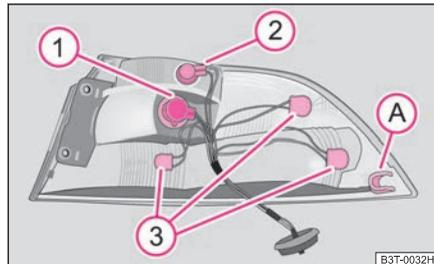

Abb. 224 Äußerer Teil der Heckleuchteinheit: Lampen
- Zum Wiedereinbau führen Sie zuerst die Heckleuchteinheit mit der Aufnahme (A) ⇒ Seite 257, Abb. 224 nach vorn auf einen Bolzen an der Karosserie.
Einbaulage der Lampen in der äußeren Heckleuchteinheit ⇒ Abb. 224.